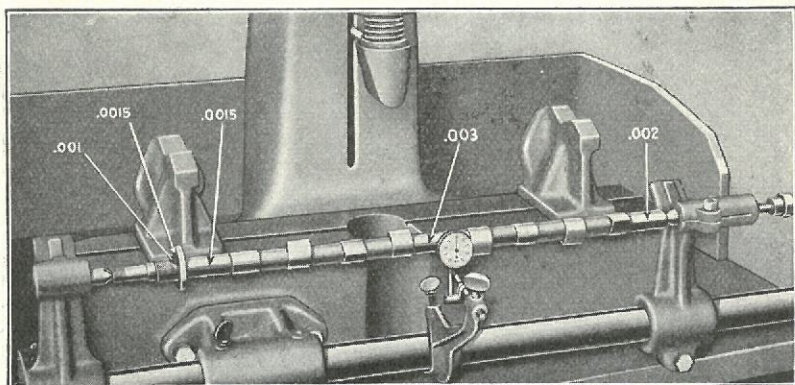
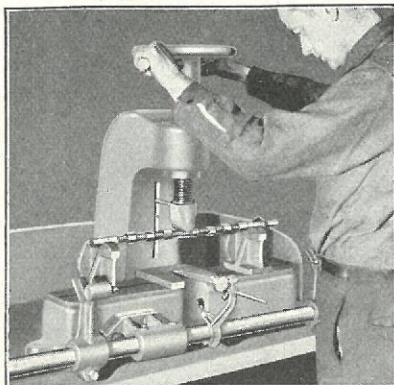

Fig. 286
Fig. 287
- 479** Om Akslen er bøjet, prøves gennem Opsætning mellem to Pinoler, som vist paa Fig. 286. Rengør Centrumhullerne inden Opsætningen og rengør dem for Grater, Spaaner og alt Smuds, da ethvert fremmed Legeme i Centrumshullerne er tilstrækkeligt til at foraarsage, at Akslen slaar. Akslen kontrolleres med en Indikator graderet i Tusindedels Tommer og med en kugleformet »Nød«, som hviler paa Akslen, der langsomt vrides rundt, og hvorved den mindste Variation paa Akslens Omkreds kan
aflæses. Knastakslen maa ikke slaa mere end angivet i Forklaringen til Fig. 286. Den høje Side af Akslen mærkes, og Akslen rettes i en Presse som vist i Fig. 287. Ved Retningen af en Aksel er det altid tilraadeligt at bøje den lige saa meget i modsat Retning som den, hvori den var bøjet. Akslen bringes herfra til normal Stilling, hvilket vil forhindre enhver Tendens hos Akslen til at fjedre ud af Retning igen.